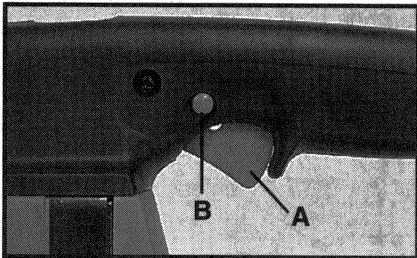

Fig. 5
1. Appuyer sur la gâchette, (A) Figure 5, pour mettre le moteur en marche. Relâcher la gâchette pour arrêter le moteur.
2. Bouton de verrouillage – Un bouton de verrouillage, (B) Figure 5, permet de maintenir la scie en MARCHE au régime maximum sans avoir à appuyer continuellement sur la gâchette. Pour verrouiller la gâchette à plein régime, serrer la gâchette à fond, pousser le bouton de verrouillage et relâcher la gâchette.